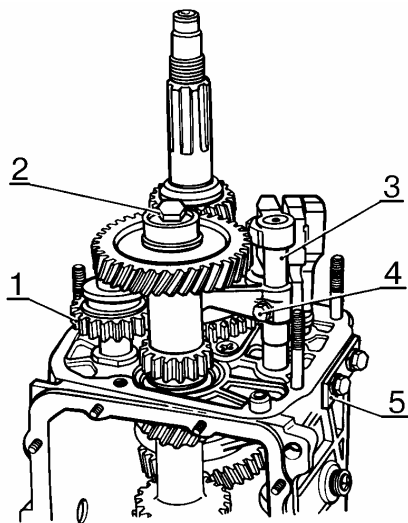

Рис.15. Отворачивание болтов крепления блока шестерен и вилки включения V передачи и заднего хода:
- отвернуть болт 4, рис.15, крепления вилки включения V передачи (ключ торцовый 10 мм 67.7812-9521);